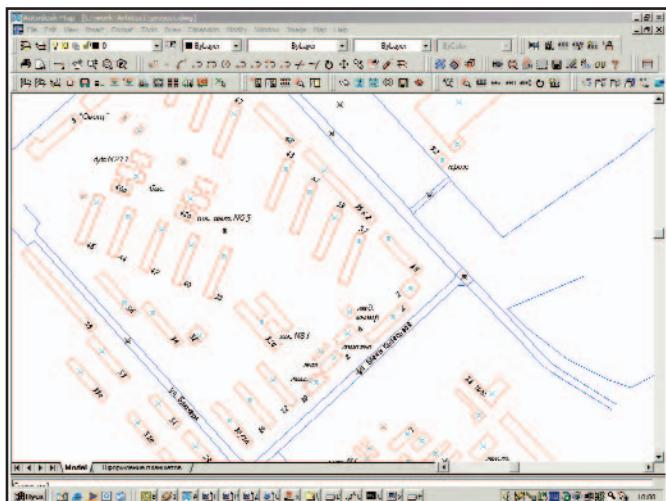

Рис. 7
- сохранение результатов (рис. 7).